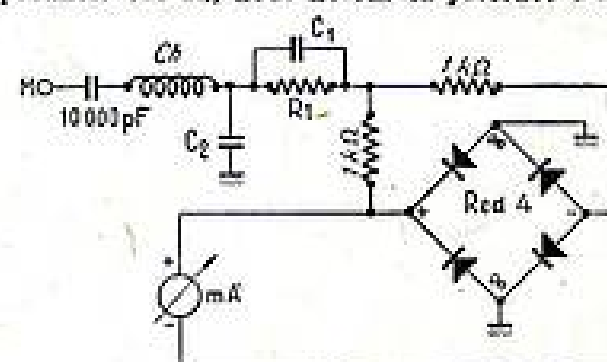

Fig. 7
b) La seconde solution est illustrée par la figure 7. Nous employons toujours un redresseur Red. 4 en pont du type oxymétal M, de Westinghouse, mais il est monté différemment.
Avec le montage de la figure 7 convenablement réalisé, on obtient une bonne précision jusqu'à 20 000 c/s ; ce qui est très suffisant.